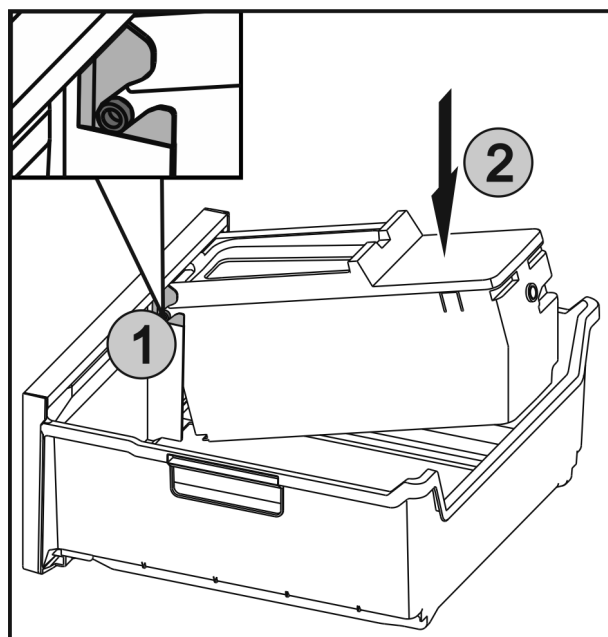

Fig. 66
- ▶ Insérer les axes Fig. 66 (1) sur l'EasyTwist-Ice dans les guides et appuyer sur le côté arrière Fig. 66 (2) jusqu'à ce que la languette s'enclenche.